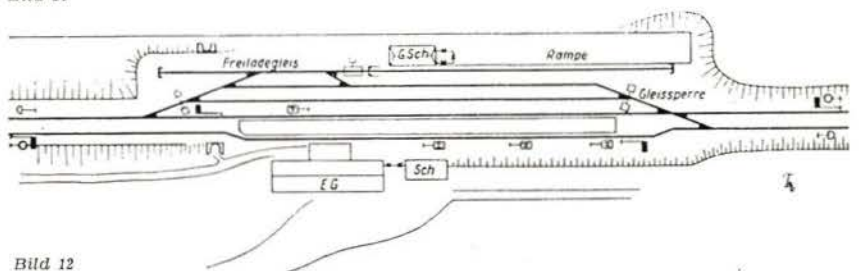

Bild 12
12. Ländlicher Bahnhof an zweigleisiger Hauptbahn (Bild 12)
Im Bild 12 wird ein ländlicher Bahnhof mit Mittelbahnsteig und Unterführung an einer zweigleisigen Hauptstrecke gezeigt. Überholungsgleise für Güterzüge sind nicht vorhanden, da alle Durchgangsgüterzüge ohne Halt durchfahren. Die Freiladegleise werden durch Nahgüterzüge bedient. Das Freiladegleis ist hier sehr kurz, dafür ist die Rampe aber um so länger. Verladen werden hier Steine aller Art. Es ist eine interessante Aufgabe, eine solche Rangierfahrt mit dem